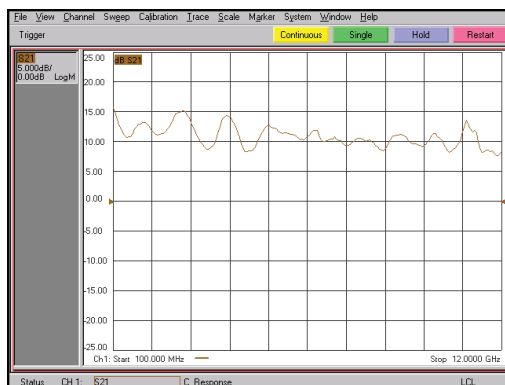

Рис. 5. Результаты измерений с пробником в точке В
3. Выполните калибровку с мерой «перемычка» (нормализацию). Эта калибровка устраняет влияние потерь в плоскости измерений между наконечником пробника и точкой А. В результате процедуры нормализации АЧХ значение  $S_{21}$ , устанавливается равным 0 дБ, как показано на рис. 5.